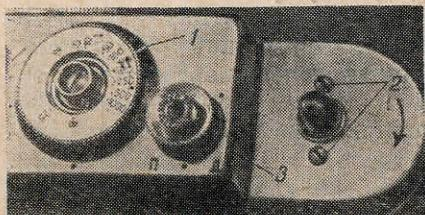
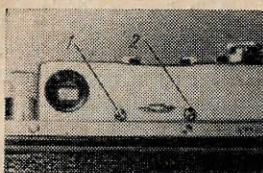
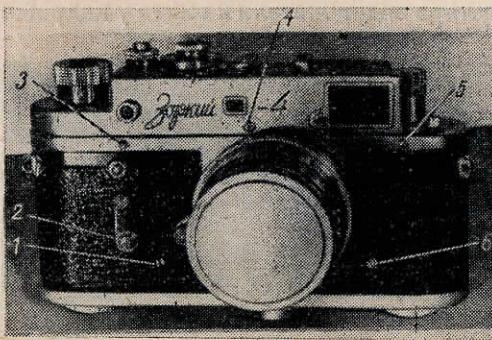

Рис. 100. Расположение стопорного винта в кольце опережения и винтов крепления крышки
Рис. 101. Винты крепления декоративной крышки
Рис. 105. Винты на корпусе фотоаппарата «Зоркий-4»
**Лимб скоростей** крепится на двух стопорных винтах, которые перед снятием лимба вывинчиваются. Затем вывинчивается винт крепления опережения вспышки 1, находящийся на ободке делителя (рис. 100).
**Декоративная крышка.** Под лимбом (рис. 100) находятся два винта 2, которые необходимо вывинтить, так как ими крепится декоративная крышка 3. Потом надо вывинтить два винта с тыльной части 1 и 2 (рис. 101) и винт 4 с передней части декоративной крышки (рис. 105). Не следует при-
Кожух отделяется от камеры после того, как будут удалены все винты на верхнем пояске камеры, три винта с тыльной стороны и два с передней части пояска 3 и 5 (на рис. 105). Затем удаляются два винта внизу — 1 и 6. Теперь необходимо удалить рычаг завода автоматического спуска. Для этого вывинчивают винт 2. При снятии